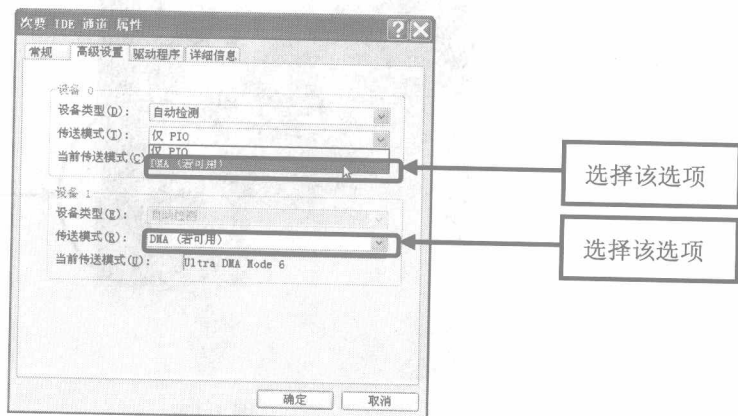

图 1-14
⑭ 随即弹出如图 1-14 所示的【次要 IDE 通道属性】对话框，在此对话框中发现硬盘工作在